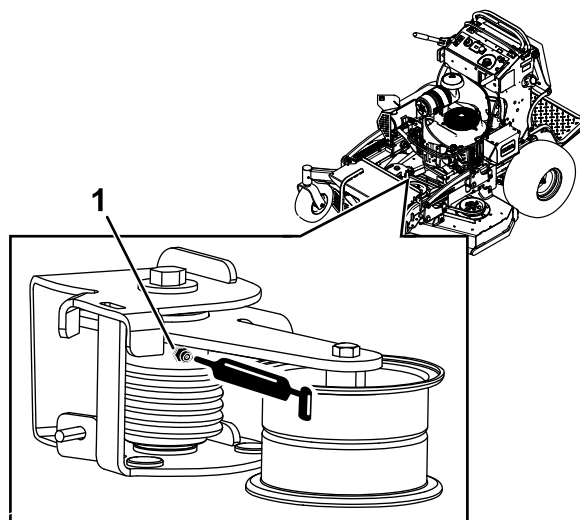

Figura 46
3. Engrase el brazo tensor de la carcasa de corte, usando grasa para altas temperaturas, en el engrasador indicado en Figura 46.